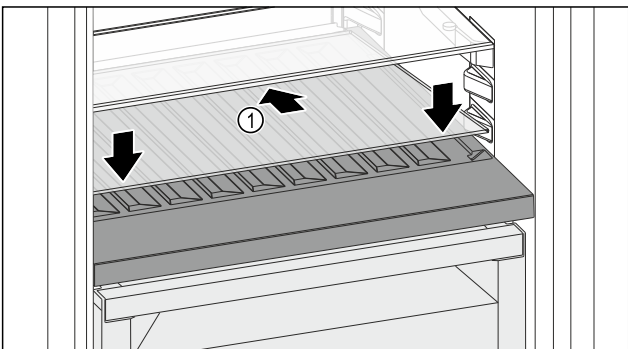

Fig. 211
- ▶ Glasplatte Fig. 211 (1) schräg und nach hinten unten geneigt ansetzen.
- ▶ Glasplatte Fig. 211 (1) vorne absenken.